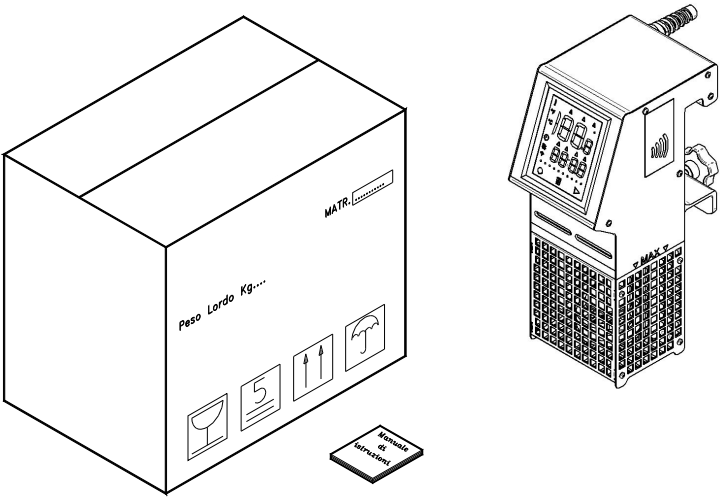

Abb. Nr. 4
3.1 - Versand des Geräts (siehe Abb. Nr. 4)